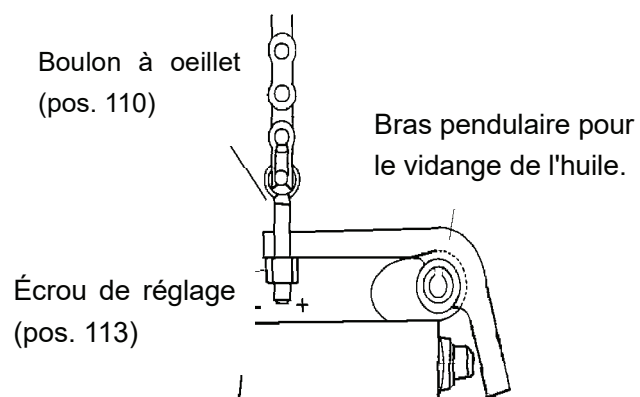

Fig. 2
Si les fonctions ne seront effectuées de façon impeccable, régler l'écrou de blocage (pos. 113) comme suit. Voir fig. 2